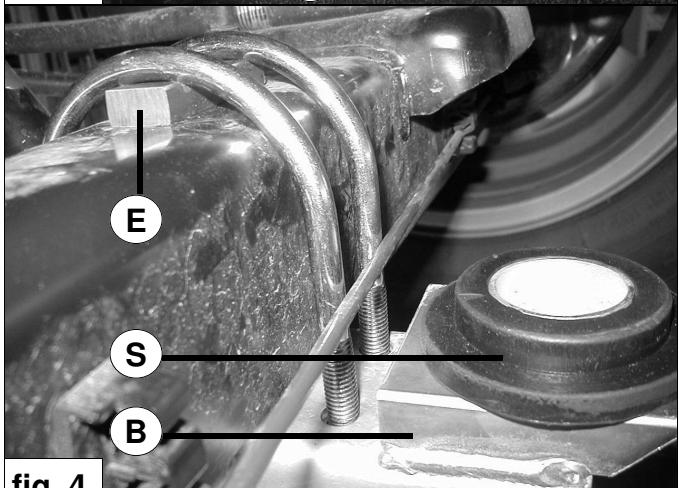

fig. 4
4. Montez la coupelle inférieure **B** sous l'essieu. Assurez-vous que celle-ci soit montée verticalement sous l'attache supérieure. Pour ce faire, il se peut que vous deviez retourner le boulon de l'amortisseur inférieur. Dans le cas d'un essieu carré, placez les entretoises **E** sous les boutons en U sur l'essieu. Serrez les boulons en U avec une force de **25NM**. Voir fig. 4.
5. Placez les caoutchouc **S** avec le plus grand diamètre sur la patte inférieure **B**. Voir fig. 4.
4. Montera det nedre fästet **B** under axeln. Kontrollera så att det är monterat rakt under det övre fästet. Det kan bli nödvändigt att vrida den nedre stötdämparbulten. Om du har en fyrkantig axel så sätt remsan **E** under U-bulten ovanpå axeln. Drag åt U-bulten med **25NM**. Se fig. 4.
5. Montera gummi skivorna **S** med den största diametern på det nedre fästet **B**. Se fig. 4.